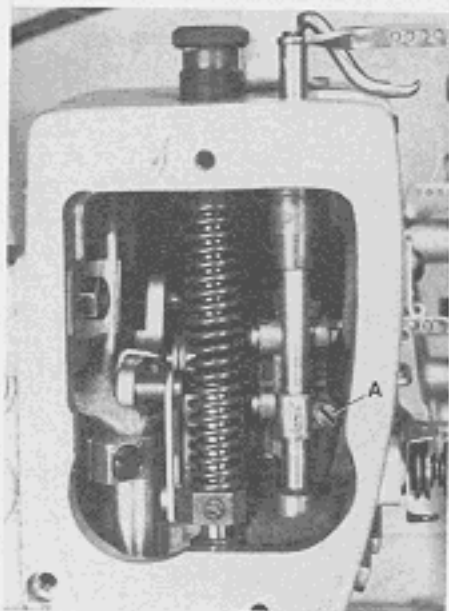
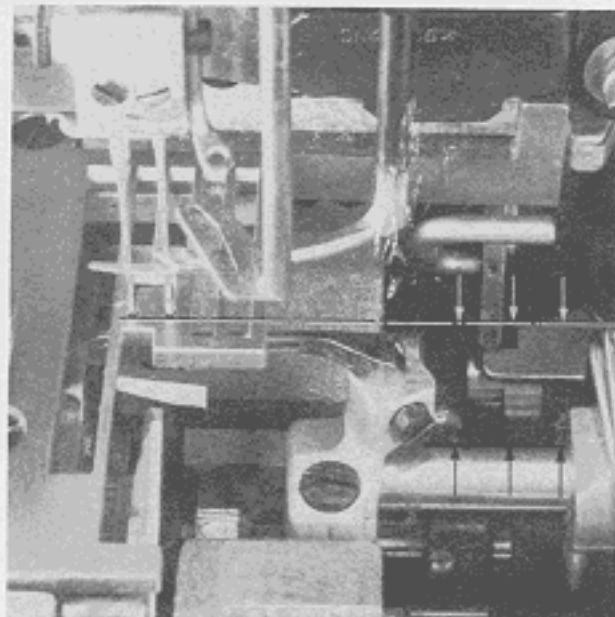
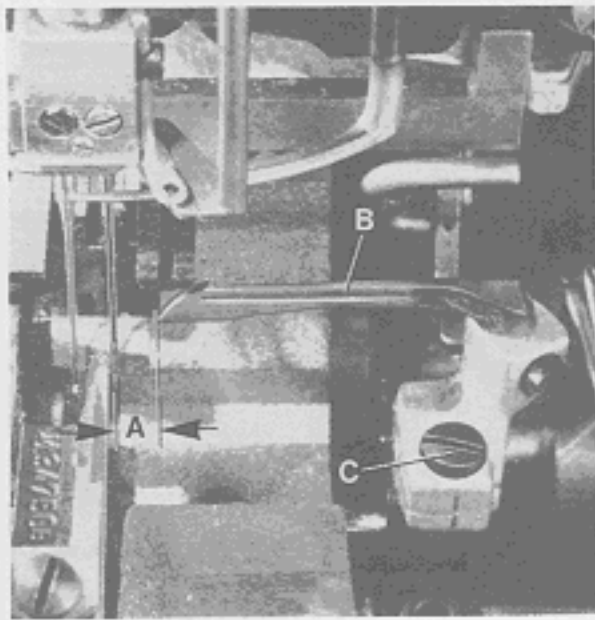
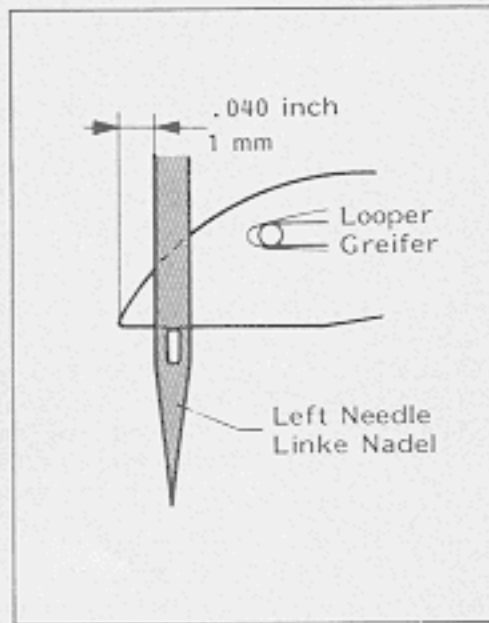

Fig.16
Fig.17
Fig.18
Fig.19
3. Loosen screw (A, Fig. 16) and turn needle bar as required, so the needles center in the needle holes of throat plate and are parallel to the looper shaft (see Fig. 17). This can be checked by holding a ruler against the needles.
4. Retighten screw (A, Fig. 16).
Turn the pulley until the looper (B, Fig. 18) is at its farthest position to the right. In this position the distance (A, Fig. 16) from the center of the right needle to the point of looper should be 4,8 mm (3/16 in.) on the two-needle 8, 10 and 12 gauge styles and 4,0 mm (5/32 in.) on the three-needle 16 gauge styles. Looper gauges No. 21225-3/16 and No. 21225-5/32 can be used advantageously in making this setting.
The height of needle bar is correct, when the looper point at its travel from right to left is 1 mm (.040 in.) left of the left needle (see Fig. 19) and the top of the needle eye is flush with the underside of the looper. For adjustment loosen screw (A, Fig. 16) and move needle bar up or down as required. Retighten screw (A).
* The needle bar can also be aligned and set to height without removing the Metering Device. For this, remove plug (Q, Fig. 57) in the head cover plate to have access to screw (A, Fig. 16) in the needle bar connection. Remount the plug.
3. Lösen Sie die Schraube (A, Fig. 16) und drehen Sie die Nadelstange so, daß die Nadeln mittig in die Stichlöcher der Stichplatte einstechen und parallel zur Greiferwelle stehen (siehe Fig. 17). Dies kann durch Anlegen eines Lineals an die Nadeln geprüft werden.
4. Ziehen Sie die Schraube (A, Fig. 16) wieder an.
Drehen Sie am Handrad bis der Greifer (B, Fig. 18) in seiner rechten Einstellung ist. In dieser Stellung muß der Abstand (A, Fig. 18) zwischen Mitte rechter Nadel und Greiferspitze 4,8 mm (3/16 in.) bei den Zweinadel 8, 10 und 12 gauge Maschinen und 4,0 mm (5/32 in.) bei den Dreinadel 16 gauge Maschinen sein. Die Greifereinstelllehren Nr. 21225-3/16 und Nr. 21225-5/32 erleichtern diese Einstellung.
Die Nadelstangenhöhe ist richtig eingestellt, wenn die Greiferspitze bei ihrem Weg von rechts nach links 1 mm links der linken Nadel steht (siehe Fig. 19) und Oberkante Nadelöhr und Unterkante Greifer in gleicher Höhe stehen. Lösen Sie für diese Einstellung die Schraube (A, Fig. 16) und schieben Sie die Nadelstange nach Bedarf nach oben oder unten. Ziehen Sie die Schraube (A) wieder an. Beachten Sie, daß bei dieser Einstellung die Nadelstange nicht verdreht wird.
* Die Nadelstange kann auch ohne Abbau der Zumeßeinrichtung (Metering Device) ausgerichtet und auf die Höhe eingestellt werden. Entfernen Sie dazu den Verschlußstopfen (Q, Fig. 57) in der Kopfdeckelplatte, damit die Schraube (A, Fig. 16) im Nadelstangen-Mitnehmer zugänglich wird. Montieren Sie den Verschlußstopfen wieder.
For adjustment loosen clamp screw (C, Fig. 18) and rotate the looper holder as required. Retighten the clamp screw. Always check the looper gauge setting after setting the looper to back of the needle, and conversely, always check the setting of the looper to the back of the needle after setting the looper gauge.
Zur Einstellung lösen Sie die Pratzschraube (C, Fig. 18) und verdrehen den Greiferhalter entsprechend. Ziehen Sie die Schraube wieder an. Überprüfen Sie immer den Greiferabstand nachdem Sie den Greifer zur Nadeldrückseite eingestellt haben und umgekehrt, prüfen Sie immer die Stellung des Greifers zur Nadeldrückseite, wenn Sie den Greiferabstand eingestellt haben.